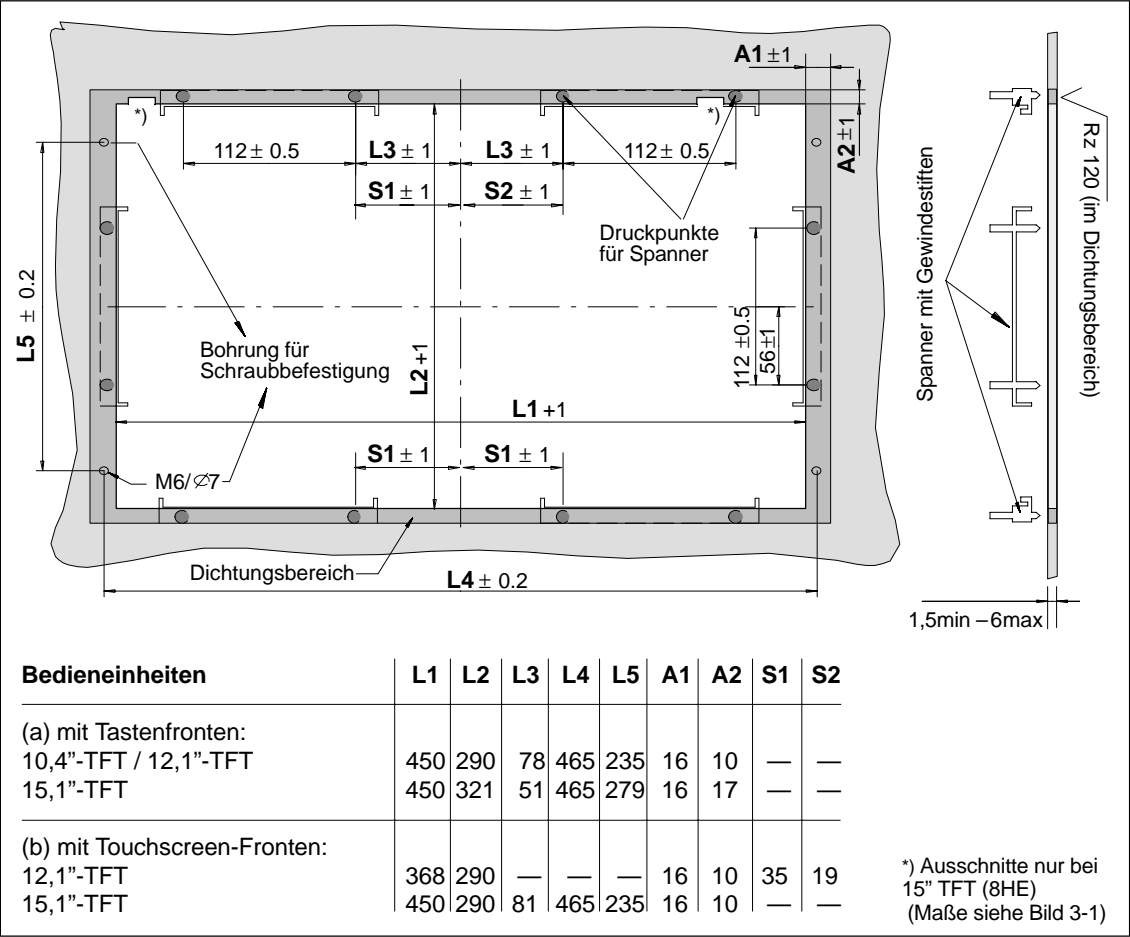

Bild 3-3 Maße zum Einbau der Bedieneinheit Panel PC 670
2. Fixieren Sie die Bedieneinheit im Montageausschnitt von hinten mit Hilfe der sechs Spanner (siehe Bild 3-3) durch Anziehen der Gewindestifte (Drehmoment 0,4 - 0,5 Nm).
1. Bohren Sie geeignete Löcher um den vorbereiteten Montageausschnitt (siehe Kapitel 3.1) gemäß den Angaben zu L4 und L5 in Bild 3-3.
1. Bohren Sie geeignete Löcher neben dem vorbereiteten Montageausschnitt (siehe Kapitel 3.1) gemäß den Angaben zu L4 und L5 in Bild 3-3.
Falls notwendig, können Sie jetzt die Bedieneinheit ausbauen, indem Sie die 6 Spanner lösen, mit der die Bedieneinheit an der Einbauwand befestigt ist (siehe Bild 3-3).
Falls notwendig, können Sie auch die Bedieneinheit ausbauen, indem Sie je nach Ausführung sie entweder abschrauben oder die 6 Spanner lösen, mit der die Bedieneinheit an der Einbauwand befestigt ist (siehe Bild 3-3).